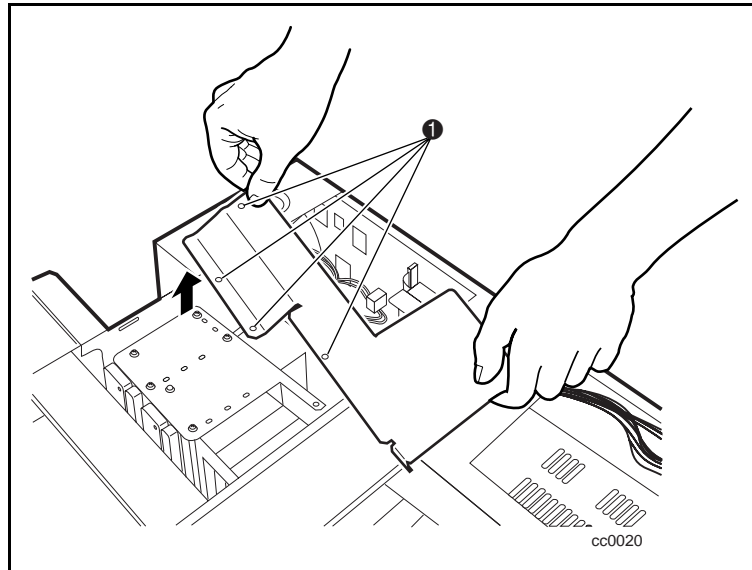

図3. ブレース プレートの取り外し
2. ブレース プレートをシャーシに固定している4本のネジを取り外します（図3の①）。